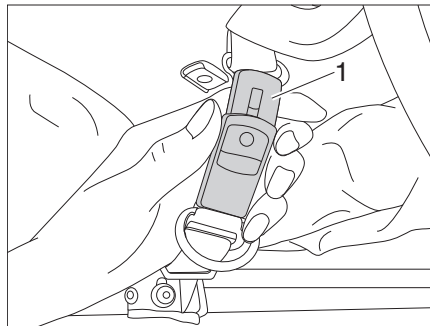

Figure 36 Ouvrir la sangle de sécurité
- Ouvrir les sangles de sécurité (Figure 36,1).
- Fermer les sangles de sécurité (Figure 36,1).